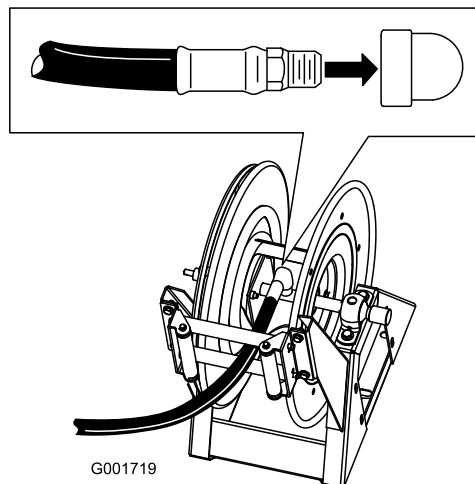

Bild 19
1. Wickeln Sie Teflonband um das Gewinde an der Schlaucharmatur am langen Schlauch und setzen Sie die Armatur in das Anschlussrohr an der Trommel ein (Bild 19).